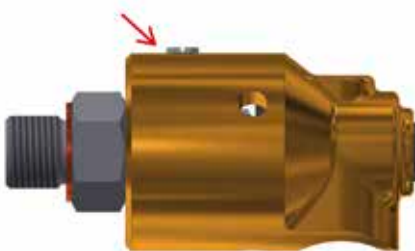
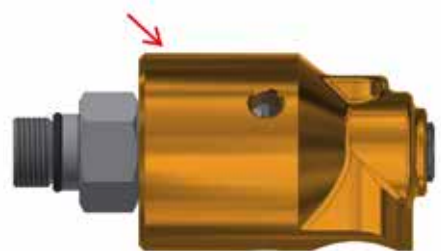

Abb. 13
Abb. 14
- Hat die Drehdurchführung weder einen Verschlussstopfen (siehe Abbildung 13) noch einen Schmiernippel (siehe Abbildung 14), dann nicht schmieren.